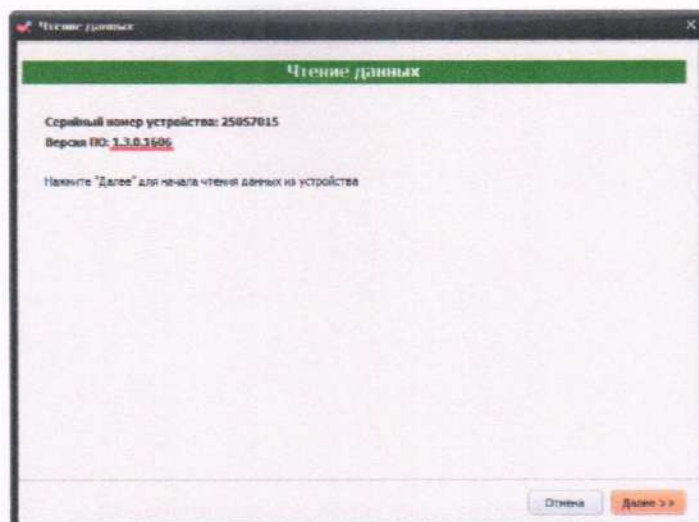

Рисунок 3 – Сведения об идентификационном номере встроенного ПО регистратора в ПО BPTestSuite
7.3.2. Сведения об идентификационном номере встроенного ПО регистраторов представлены в окне «Чтение данных» ПО BPTestSuite (см. Рисунок 3).